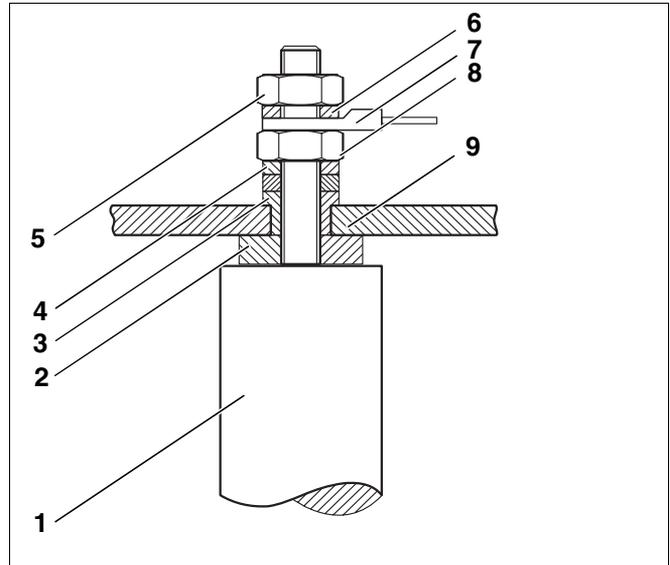

Abb. 52 Magnesiumanode austauschen
- Kabelschuh mit Erdungskabel (Abb. 52, **Pos. 7**) von der Magnesiumanode (Abb. 52, **Pos. 1**) lösen.
- Muttern M8 (Abb. 52, **Pos. 5** und **8**) des Handlochdeckels (Abb. 52, **Pos. 9**) abschrauben.
- Handlochdeckel (Abb. 52, **Pos. 9**) mit Magnesiumanode (Abb. 52, **Pos. 1**) abnehmen.
- Magnesiumanode wie in Abb. 52 dargestellt montieren.